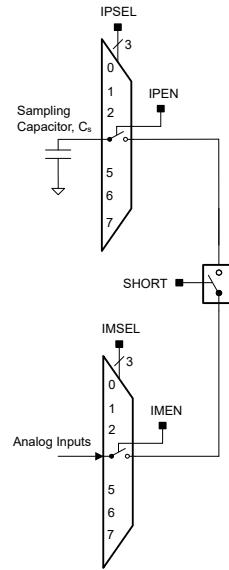

図 6-9. コンパレータ・ショート・スイッチ
図 6-9 に示すように、必要なサンプリング時間はサンプリング・コンデンサ (CS) のサイズ、ショート・スイッチ (R) と直列に接続された入力スイッチの抵抗、外部ソース (RS) の抵抗に比例します。サンプリング・コンデンサ CS は 100pF より大きい必要があります。サンプリング・コンデンサ CS を充電する時定数 Tau は、以下の式で計算できます。